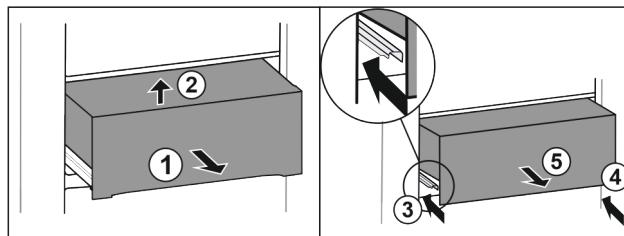

Fig. 43
- Extrageți pe jumătate sertarul. Fig. 43 (1)
- Ridicați sertarul în față. Fig. 43 (2)
- Inserați șina din stânga. Fig. 43 (3)
- Inserați șina din dreapta. Fig. 43 (4)
- Extragăți sertarul spre înainte. Fig. 43 (5)